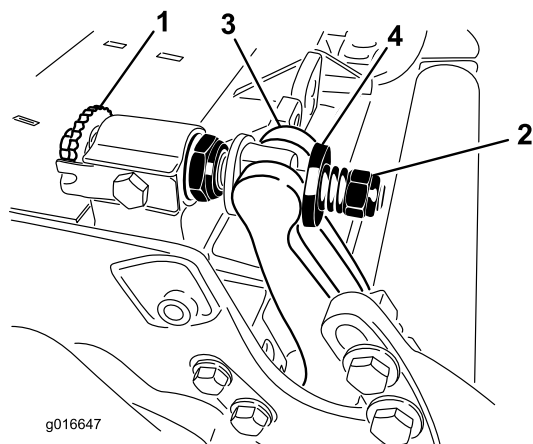

Рисунок 34
1. Поворачивайте регулировочные винты планки неподвижного ножа против часовой стрелки, чтобы отодвинуть неподвижный нож от барабана (Рисунок 34).
- Отвинчивайте гайку натяжения пружины до тех пор, пока шайба больше не будет нажимать на планку неподвижного ножа (Рисунок 34).